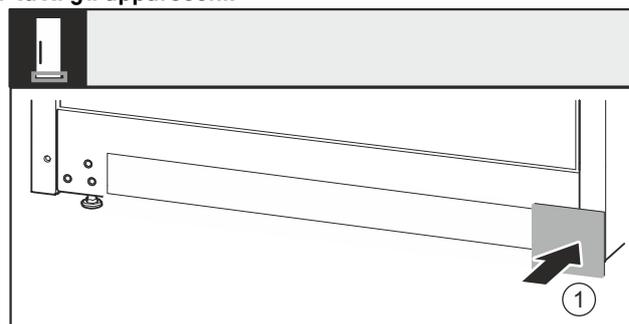

Fig. 38
- ▶ Riapplicare la copertura Fig. 38 (1) sull'altro lato.